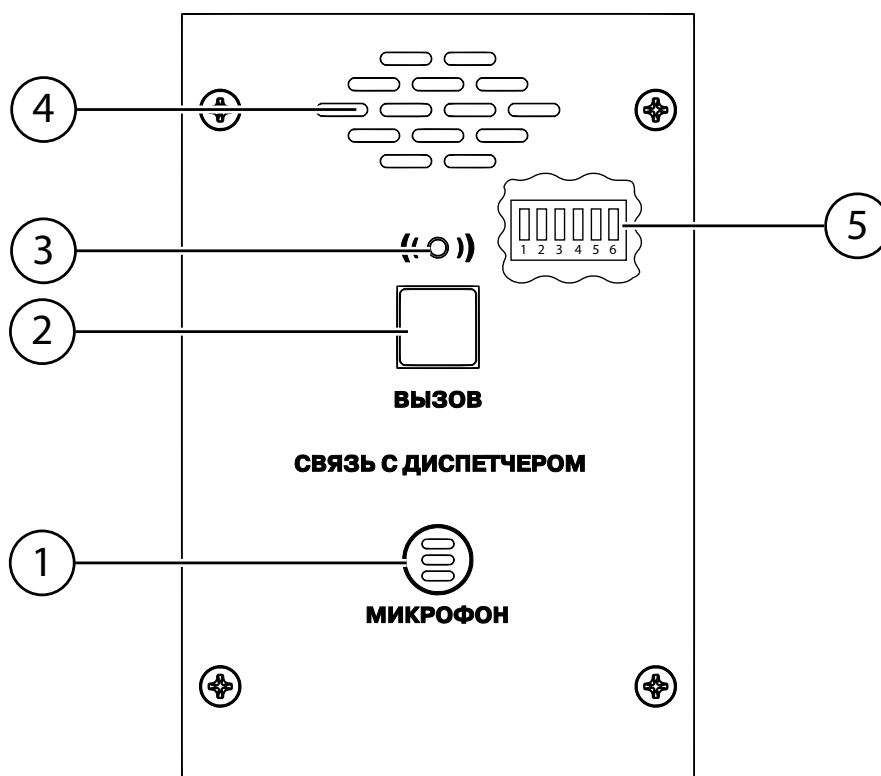

Рисунок 1 — Передняя панель ВП
2.3.1 Отсоедините заднюю панель ВП согласно Приложению Г или Д, рис. 1.